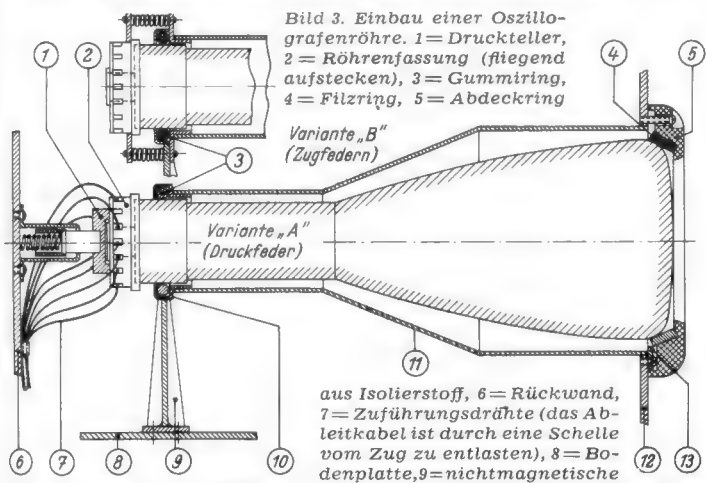

Bild 3. Einbau einer Oszillografenröhre. 1=Druckteller, 2=Röhrenfassung (fliegend aufstecken), 3=Gummiring, 4=Filzring, 5=Abdeckring
1. Um Glasspannungen beim Einbau zu vermeiden, die zur Zerstörung der Röhre führen können, empfiehlt sich eine elastische Röhrenhalterung nach Bild 3. Hierbei ist zu beachten, daß die Teile 9, 10, 12 und 13 aus nichtmagnetischem Material sein müssen.